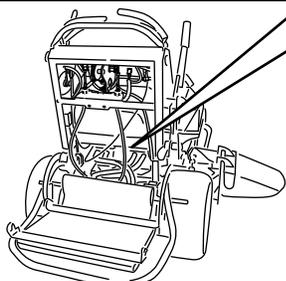

図 25
3. 両方のポンプについているバイパスバルブを左に1~2回転させて開く。これでポンプ内部の油圧回路がバイパスされ、車輪が自由に回るようになる（図 25）。